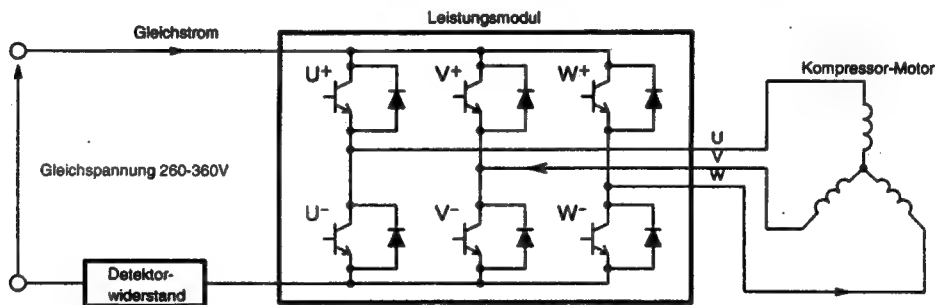

Abb. 8-9
- (1) Die Transistoren U+ und V- des Leistungsmoduls werden eingeschaltet, so daß der Strom gemäß Abb. 8-9 zu den Motorwicklungen fließt.